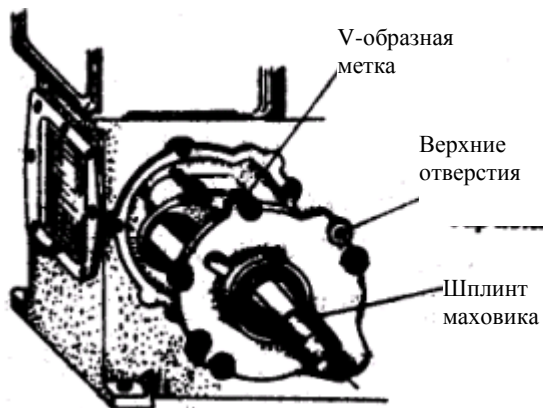

Рис. 27 Демонтаж коленчатого вала
- (5) Извлеките корпус коренного подшипника и коленчатый вал из блока цилиндров, одновременно вворачивая два болта (М8 x 35) в винтовые отверстия на корпусе, как показано на рис. 27.